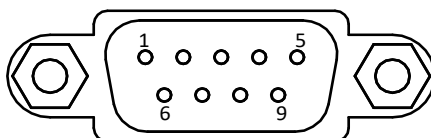

图3-13 9-pin 公头连接器
- 9-pin 公头 232 串口连接器串口头定义如图 3-13、表 3-3 所示。